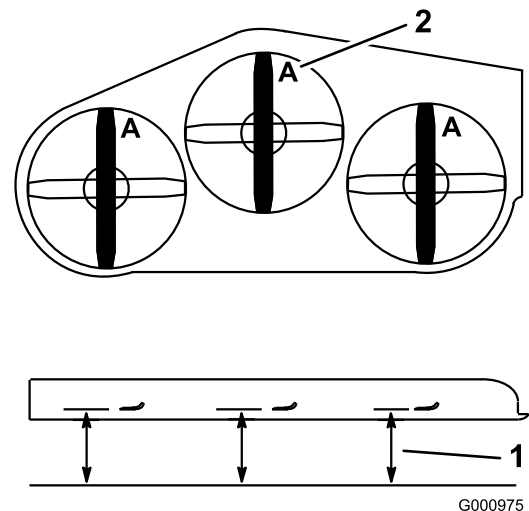

Figure 93
3. Tournez les lames dans le sens longitudinal (Figure 93). Mesurez la distance entre la surface plane et le tranchant (position A) des lames (Figure 93). Notez cette valeur.